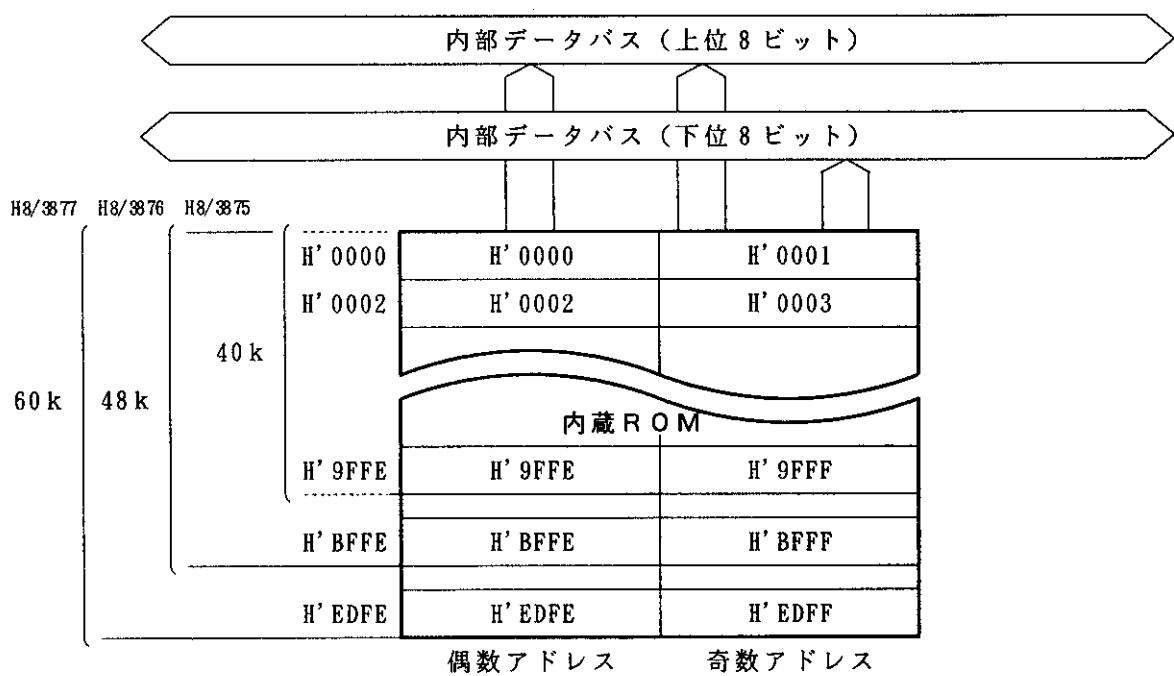

図6.1 ROMのブロック図
6.1.1 ブロック図	6-1
ROMのブロック図を図6.1に示します。